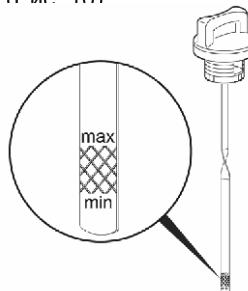

Рис. 10 Уровень масла в картере двигателя
- Аккуратно вытащите щуп и осмотрите его. Уровень масла должен соответствовать верхней отметке «max» на щупе (Рис. 10)
- Аккуратно извлеките щуп и осмотрите его. Уровень масла должен соответствовать верхней отметке на щупе. При недостаточном уровне масла в картере необходимо долить чистое масло до верхней отметки «max» на щупе (Рис. 10).